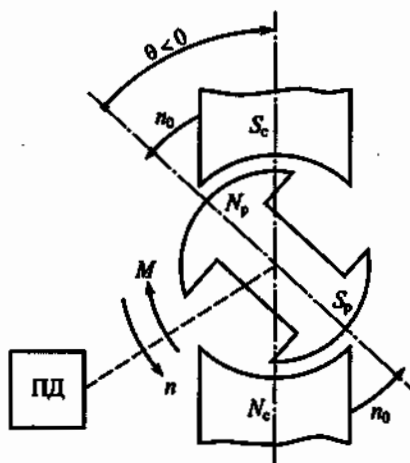

Рис. 230
9.69. Синхронный генератор вращается приводным двигателем (ПД). На рис. 230 показано расположение полюсов ротора N_r, S_r и статора S_c, N_c генератора. (Полюса статора для наглядности изображены в виде постоянных магнитов, на самом деле они являются неявными.) В каком из перечисленных признаков генераторного режима синхронной машины допущена ошибка?